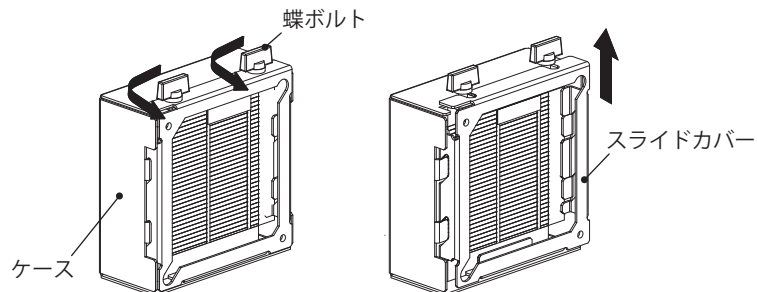

図 21
1. 蝶ボルトを緩め(5~7回転程度)、スライドカバーを上スライドしてケースから取り外してください。(図 21)